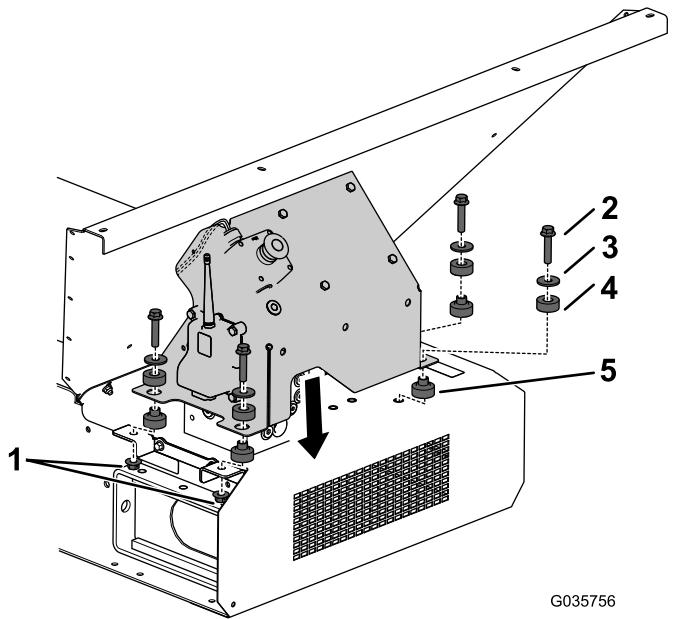

Рисунок 16
Примечание: Убедитесь, что соединительный провод аварийного останова проходит через разрез в верхней части крышки в сборе, как показано на Рисунок 16.
18. Прикрепите крышку к монтажному кронштейну и брызговику с помощью 4 болтов ($\frac{3}{8} \times \frac{3}{4}$ дюйма), 4 закаленных шайб, 4 разъемных держателей и двух гаек ($\frac{3}{8}$ дюйма); см. Рисунок 16.